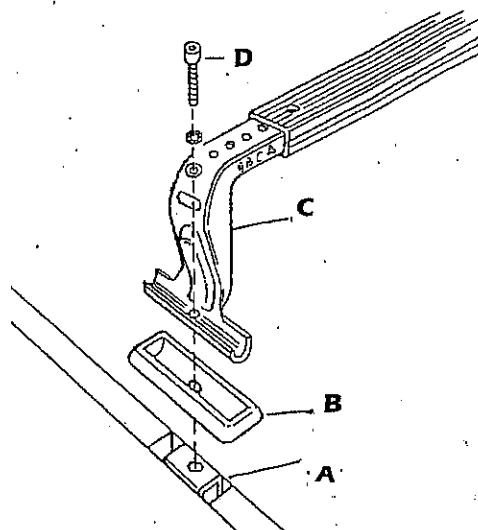

Fig.3
- (1) Posizionare i piedini di gomma B e le staffe C con le barre in corrispondenza del foro filettato delle piastrine A ed imboccare la vite a brugola D con le 2 rondelle (vedi fig.3).
- (F) Positionnez les petits pieds en caoutchouc B et les étriers C avec le barres en correspondance du trou taraudé de la plaque A et faire entrer la vis alène D avec les deux rondelles (dessin 3).
- (D) Platzieren Sie die Gummifüsse B und die Bügel C an den Stangen, so daß sie dem Gewindeloch der Platte A entsprechen und passen Sie die Inbusschraube D den 2 Unterlegscheiben an (Zeichnung 3).
- (E) Coloque los pies de goma (caucho) B y los estribos con las barras correspondientes al agujero de roscado de la placa A y inserte el tornillo allen D con las 2 arandellas (dibujo 3).
- (DK) Placer gummifædder B og monteringsbøjle C så de passer i gevindhullet på metalplade A og monter unbracoskruen sammen med de 2 spændeskiver (se tegning 3).